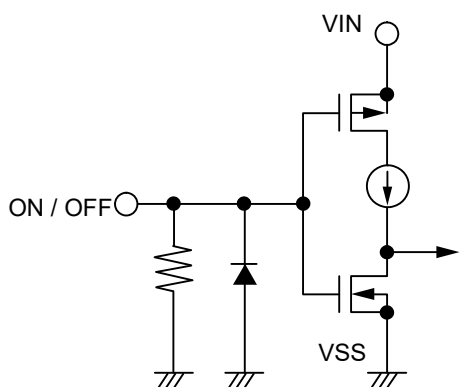
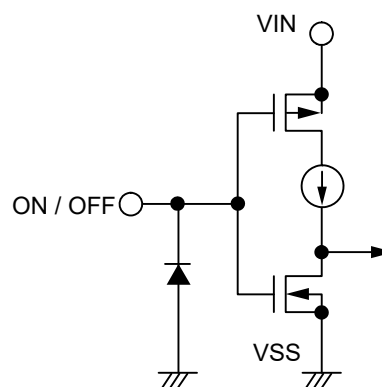

図30 S-19243xxxHシリーズ
図31 S-19243xxxHシリーズ
なお、ON / OFF端子に $0.6\text{ V} \sim V_{\text{IN}} - 0.3\text{ V}$ の電圧を印加すると消費電流が増加しますので、注意してください。ON / OFF端子は図30、図31の構造になっています。
*2. ON / OFF端子をVIN端子に接続した状態で動作させたときのS-19243xxxHシリーズA / C / E / Gタイプの消費電流は、プルダウン抵抗に流れ込む電流分だけ多く流れますので注意してください (図30参照)。